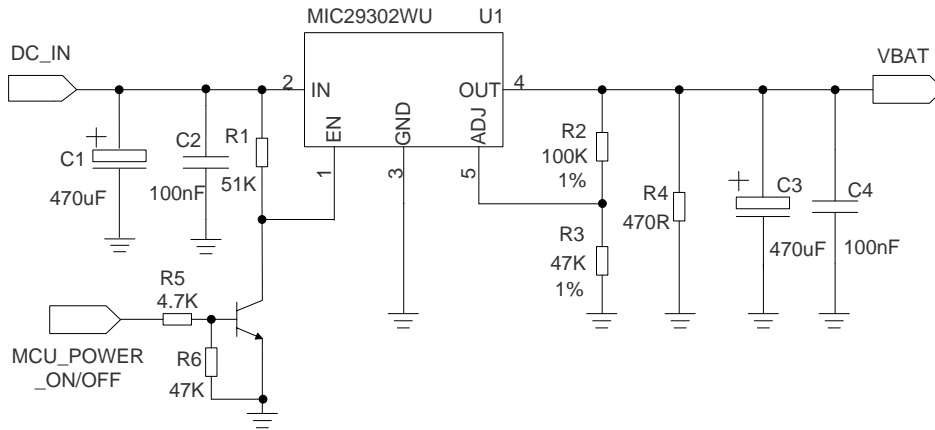

图 5: 供电输入参考设计
2. 模块带充电功能，如果客户使用图5的方式设计电源，需要在软件中关闭充电功能，或者在VBAT通路串接肖特基二极管，防止电流反向流入电源芯片。